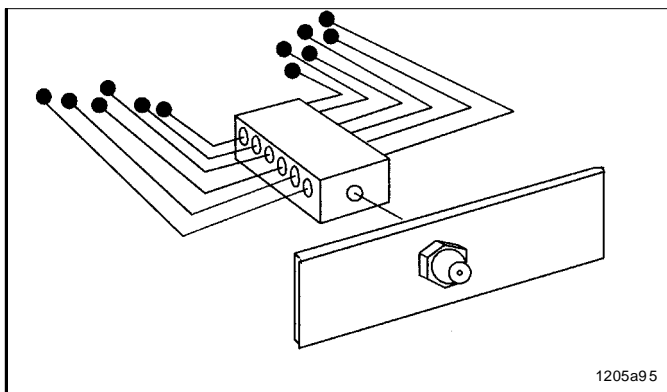

Fig. 12 Point de lubrification central
- Les doseurs progressifs Quicklub offrent la possibilité de regrouper plusieurs points de lubrification d'une machine en un seul ou en plusieurs points centraux, comme montré ci-contre sur la fig. 12 en tant que conception de base.
- En installant un doseur progressif, il est possible d'augmenter le nombre de sorties de pompes à lignes multiples ou de subdiviser les doseurs d'installations de lubrification centralisée à double ligne ou d'installations à ligne unique (fig. 12 à 16). Les doseurs progressifs sont également utilisés comme doseurs secondaires dans les installations à circulation d'huile de petite et grande tailles.